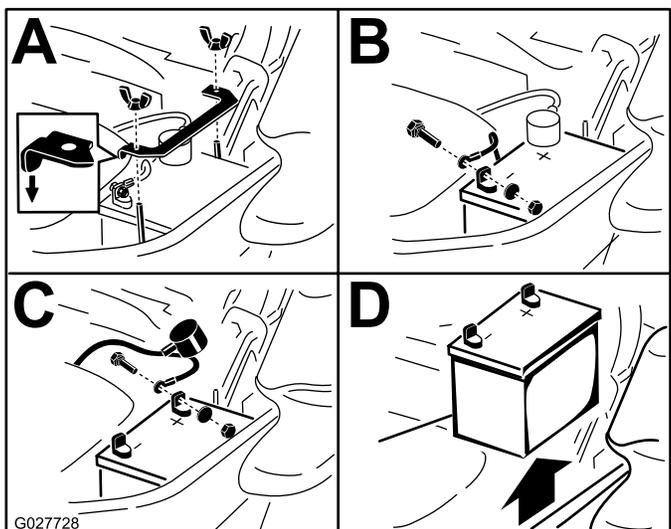

Figure 66
3. Retirez la batterie, comme montré à la Figure 66.
**Remarque:** Placez la batterie dans son support en tournant les bornes à l'opposé du réservoir hydraulique (Figure 66).